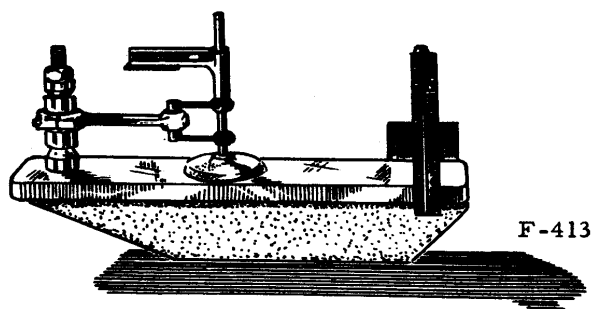

Fig. 54.- Détermination du vrillage d'une bielle
- Avant remontage de toute bielle, vérifiez-la à l'équerre de bielle (fig. 54 et 55). Si nécessaire, redressez la bielle à froid.